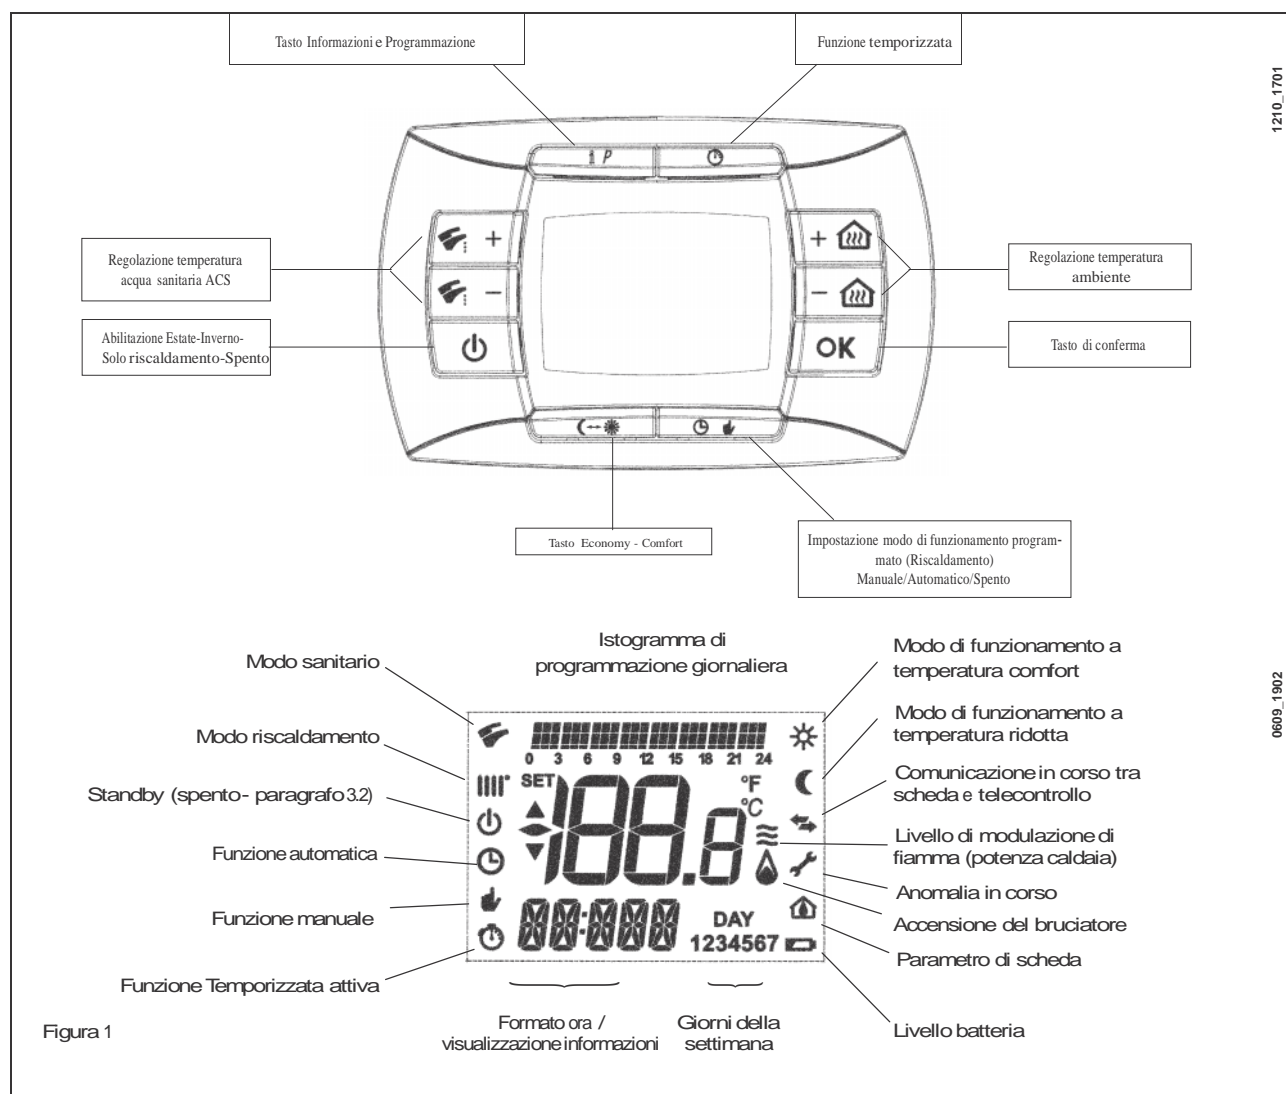

Figura 1
- Premere il tasto  del telecomando (figura 1) per impostare il modo di funzionamento della caldaia come descritto al paragrafo 3.2.
La regolazione della temperatura ambiente  e dell'acqua calda in sanitario , viene effettuata agendo sui rispettivi tasti +/- (figura 1).
Durante il funzionamento della caldaia in riscaldamento, sul display di figura 1 è visualizzato il simbolo  e la temperatura ambiente (°C).
Durante il funzionamento della caldaia in sanitario, sul display di figura 1 è visualizzato il simbolo  e la temperatura ambiente (°C).